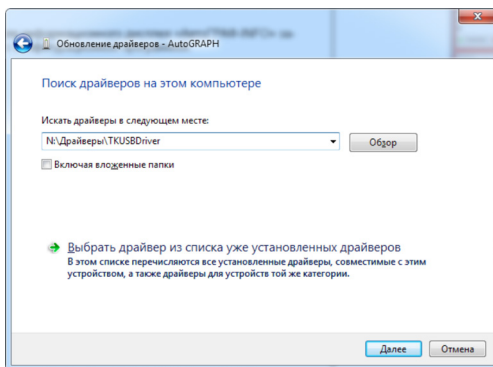

Рис.97. Установка драйверов с локального диска.
- Выполните установку драйвера вручную из указанного места – укажите путь к папке с распакованными драйверами и выполните установку (Рис.97).